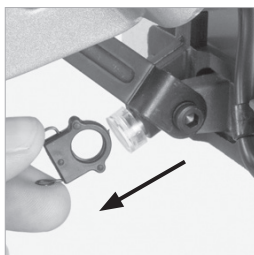

Fig. 38
- Retire el clip de sujeción del brazo de accionamiento del protector inferior. **(Fig. 38)** Libere el brazo de accionamiento del protector inferior de su pivote.